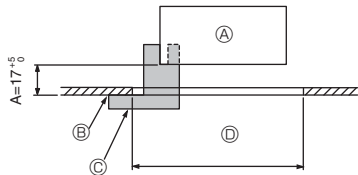

Fig. 6-2
①	Решетка	1	950 × 950 (мм)
②	Монтажный калибр	1	(Поделен на 4 части)
③	Винт (4 × 16)	1	для PLP-6EAE, PLP-6EALME, PLP-6EALME
④	Угловая панель i-see sensor	1	для PLP-6EAE, PLP-6EALME, PLP-6EALME
⑤	Беспроводной пульт дистанционного управления	1	для PLP-6EALME, PLP-6EALME
⑥	Держатель пульта дистанционного управления	1	Входит в комплект при наличии беспроводного пульта дистанционного управления.
⑦	Батарейки LR6 AA	2	Входит в комплект при наличии беспроводного пульта дистанционного управления.
⑧	Шурупы-саморезы 3,5 × 16	2	Входит в комплект при наличии беспроводного пульта дистанционного управления.
6.2. Подготовка к установке вентиляционной решетки (Fig. 6-2)
- С помощью поставляемого в данном комплекте калибра ② отрегулируйте и проверьте размещение главного прибора относительно поверхности потолка. Если положение главного прибора относительно поверхности потолка неправильное, то результатом могут явиться утечки воздуха или образование конденсата.